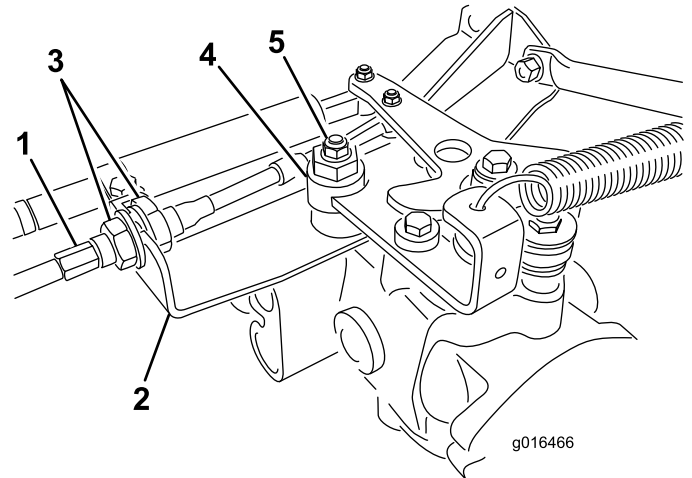

Bild 40
- A. Lösen Sie beide Klemmmuttern, mit denen der Fahrtriebs-Bowdenzug am Schott am Hydrostat befestigt ist (Bild 40). Achten Sie darauf, dass die Klemmmuttern gleichmäßig gelockert sind und eine ausreichende Einstellung ermöglichen.
Hinweis: Lösen Sie die Mutter, mit der der Exzenter oben am Hydrostat befestigt ist (Bild 40).
- E. Ziehen Sie die Mutter fest, wenn sich das Rad nicht mehr dreht, um den Exzenter und die Einstellung zu arretieren (Bild 40).
- G. Ziehen Sie die Sicherungsmuttern, mit denen der Bowdenzug am Schott befestigt ist, gleichmäßig von der Innenseite des Schotts fest (Bild 40). Verdrehen Sie nicht den Bowdenzug.